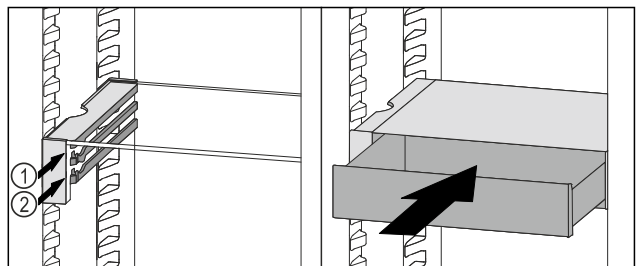

Fig. 100
- ▶ Встановити висувний ящик VarioSafe за стопорами на потрібне ребро Fig. 100 (1) або Fig. 100 (2).